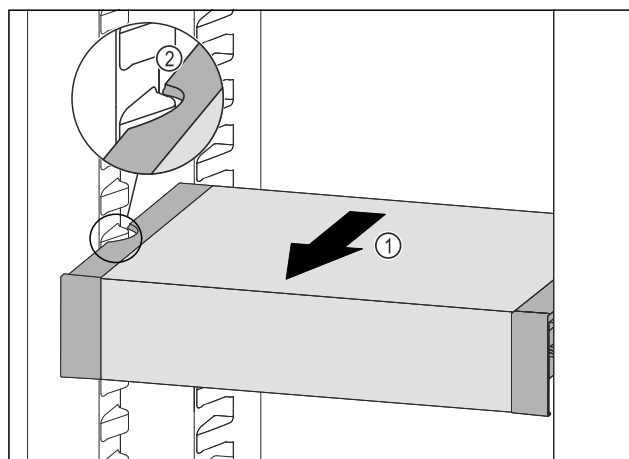

Fig. 188
- Predal VarioSafe povlecite naprej Fig. 188 (1), dokler nista stranska izreza predala VarioSafe na višini nastavka za posodo v hladilniku. Fig. 188 (2)